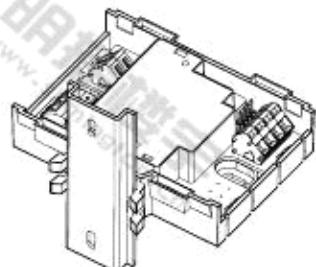

图 2
- 导轨安装（图 2）
2. 将模块和安装脚按压到导轨上，直至顶紧（图 2）。